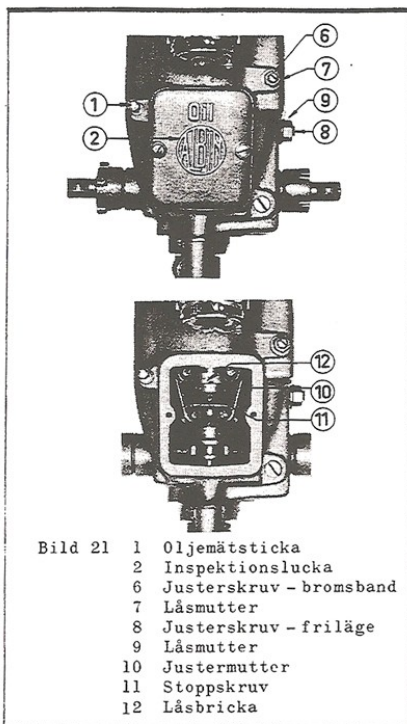

Bild 21 1 Oljemätsticka
Om slirning förekommer vid backgång justeras detta genom ansättning av justerskraven 6 bild 21.
- 1 Lossa låsmuttern 9 bild 21.
- 2 Skruva ut stoppskraven 11 bild 21 tills den släpper spåret i låsbrickan 12.